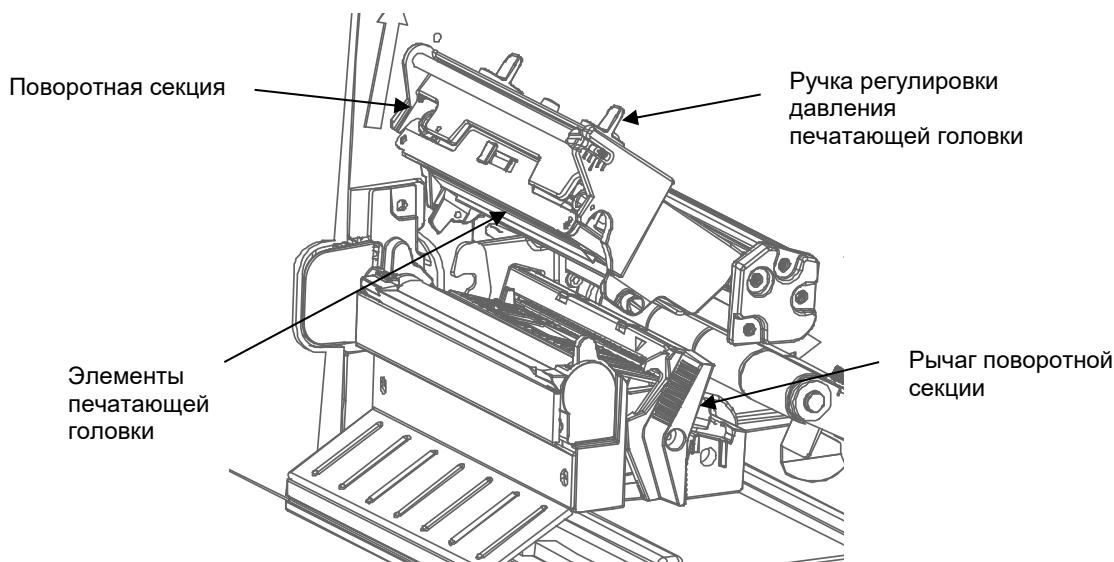

Рис. 2 Открытие поворотной секции
3. Закройте поворотную секцию и поверните ее рычаг влево до конца. (*Рис. 2.*)